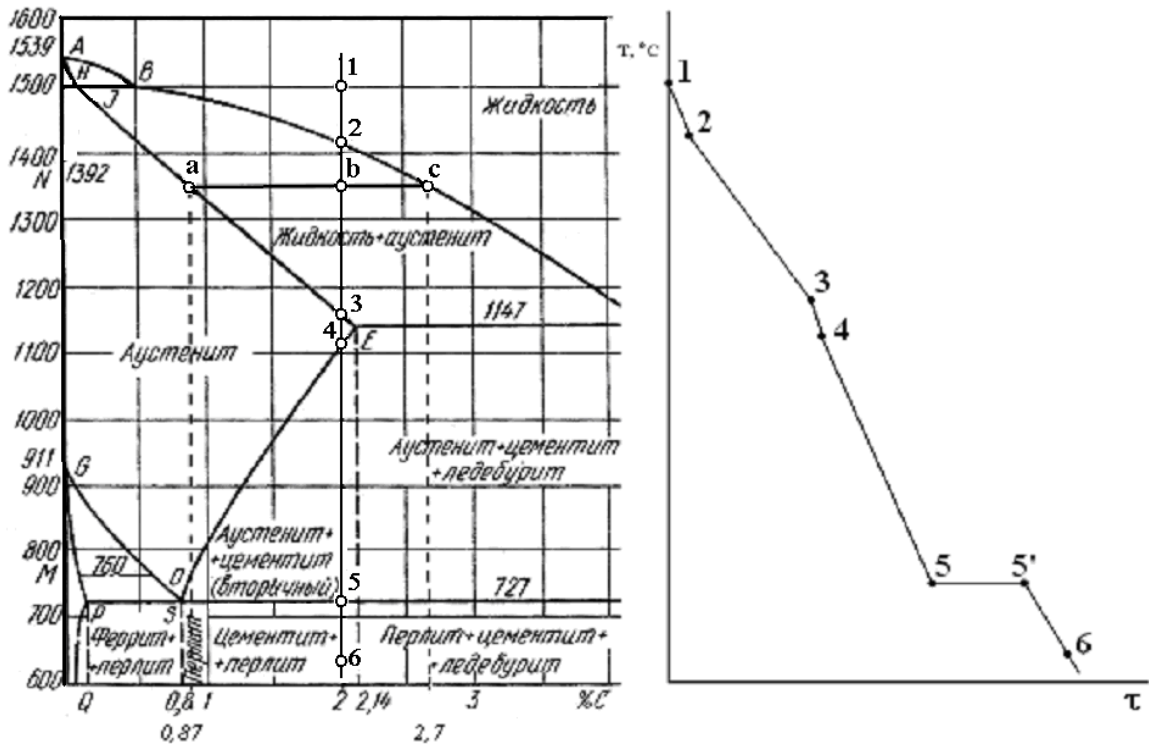

Рисунок 24 – Диаграмма Fe-C и кривая охлаждения для сплава с 2% С.
1.7. Зарисовываем диаграмму железо-углерод – см. рисунок 24.
Условиям задания соответствует точка **в** на диаграмме (см. рисунок 24). В этой точке имеются аустенит, химический состав которого описывается точкой **а** (0,87%С) и расплав, химический состав которого описывается точкой **с** (2,7%С). Составляем и решаем пропорцию: